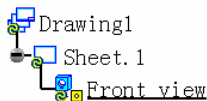

图 6-279
- » 步骤08 单击 OK 按钮, 在工程图的特征树中显示了一个更新图标, 如图 6-279 所示。